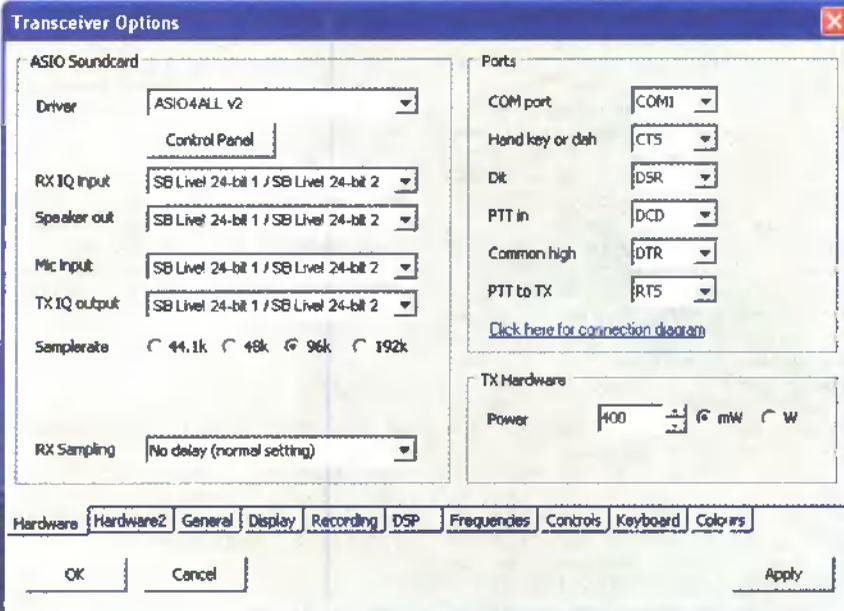
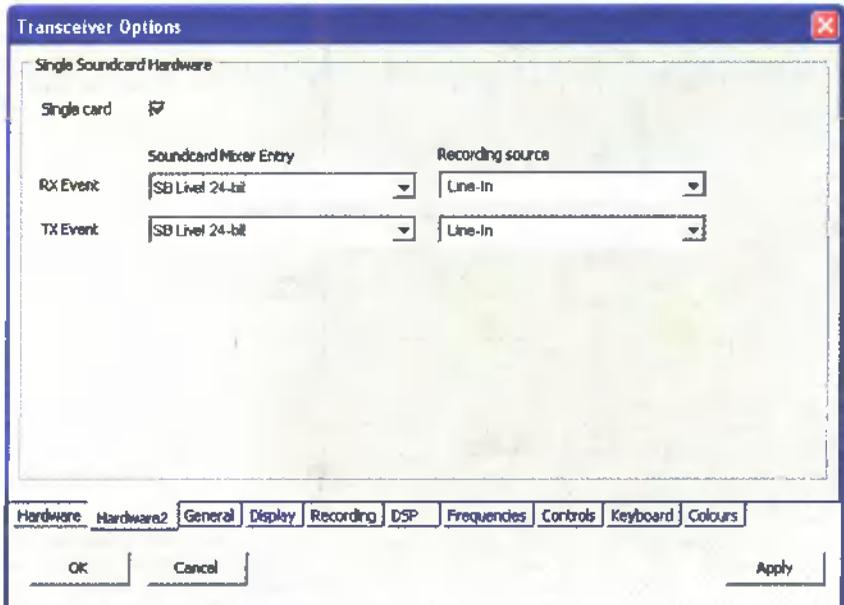

Рис. 6
Рис. 7
Чтобы работать с программой M0KKG, необходим драйвер ASIO4ALL, одновременно обслуживающий несколько аудиокарт, причем многое зависит от его версии. Это позволяет использовать для передачи и приема отдельные аудиокарты. Нужная конфигурация программы показана на скриншотах рис. 6 и рис. 7.
1. Аудиокарту Audigy без отдельного микрофонного входа подключают, как показано на рис. 6 (отсутствующие на схеме номиналы элементов не приведены в оригинале — прим. ред.). Преимущество этого решения — наименьшее число аудиокабелей (всего два стереофонических), недостаток — необходимость иметь реле с четырьмя группами контактов на переключение.